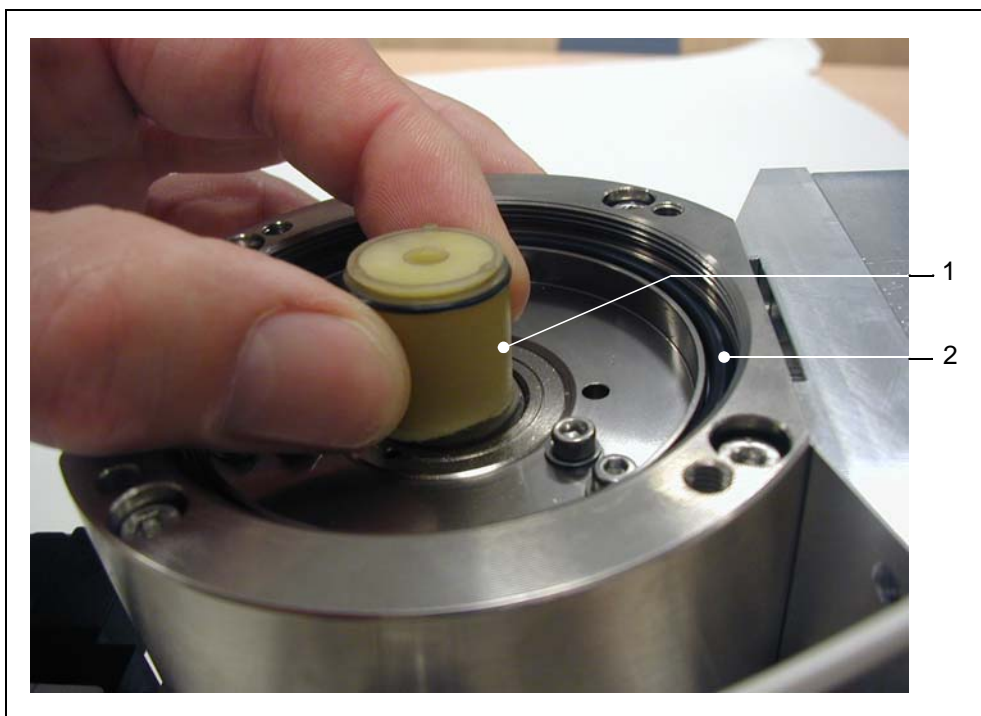

Abb. 7-4 Betriebsmittelspeicher ersetzen
Siehe hierzu Abb. 7-4.
- 8 O-Ring (Abb. 7-4/2) durch neuen O-Ring ersetzen. Achten Sie darauf, dass der neue O-Ring in der korrekten Position eingelegt ist. Ein falsch montierter O-Ring hat grobe Undichtigkeiten zur Folge, die zur einer Fehlfunktion des Gerätes führen.